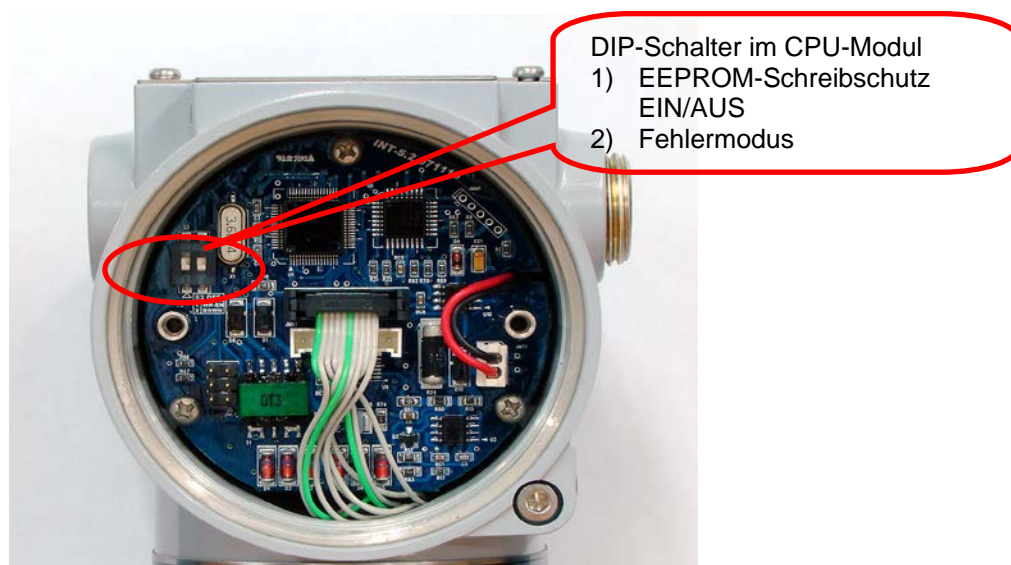

Abbildung 4-3: Fehlermodus- und EEPROM-WRITE DIP-Schalter im CPU-Modul
Zur Speicherung unterschiedlicher Konfigurationsvariablen im PAD im Falle eines Stromausfalls ist ein EEPROM (Electrically Erasable Programmable ROM = elektrisch löschbarer und programmierbarer Nur-Lese-Speicher) vorgesehen. Zum Verriegeln der Gerätekonfiguration und zum Schutz gegen gespeicherte Datenänderungen kann man ein HART®-Handterminal oder ein externes HART®-PC einsetzen und damit eine im Statusmenü befindlicher Einstellung zur Aktivierung solcher Verriegelung vornehmen. Optional steht hardwareseitig zum Schreibschutz im CPU-Modul ein DIP-Schalter (1) (neben DIP-Schalter „2“ zur Einstellung Fehlermodus) zur Verfügung. Wird der DIP-Schalter in Position „UP“ (oben) eingestellt, kann der Benutzer keine Konfigurationsänderung der bereits in EEPROM gespeicherten Daten anhand Drucktasten und/oder HART®-Handterminal vornehmen. Wird der DIP-Schalter (1) in Position „DOWN“ (unten) eingestellt, kann der Benutzer Änderungen der bereits in EEPROM gespeicherten Daten vornehmen. Die Werkseinstellung vor Auslieferung ist auf "EN" (Konfigurationsänderung „aktiviert“) gesetzt. (Siehe Abbildung 4-3.)
Hinweis: DIP-Schalter (1) links in Abbildung 4-3 ist für die Auswahl WRITE aktiviert/ deaktiviert. DIP-Schalter (2) rechts in Abbildung 4-3 ist für Fehlermodus.